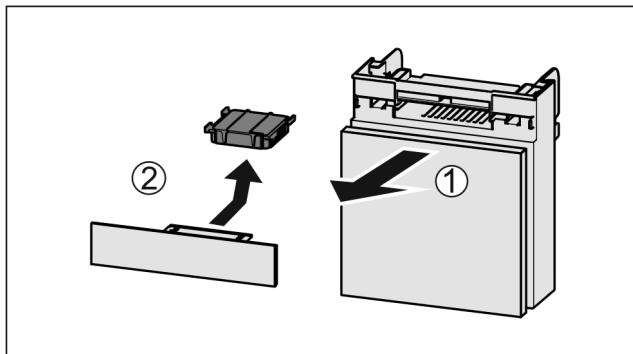

Fig. 152
- Издърпайте Fig. 152 (1) напред отделението.
- Извадете Fig. 152 (2) филтъра с активен въглен.